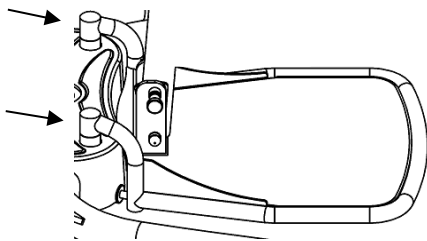

Fig. 1.6D
3. Monte a placa de apoio dos pés nos orifícios correspondentes na base. (Fig. 1.6D)